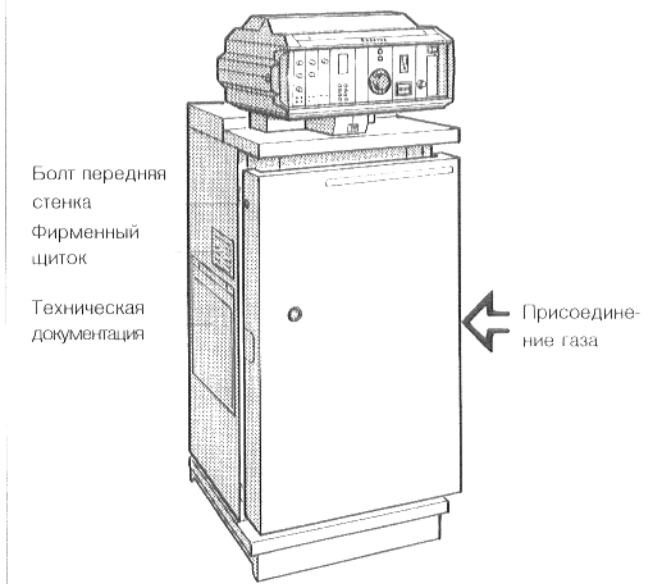

Рис. 18. G_124 L, в полностью смонтированном виде
- Устранить правую вырезную деталь для подключения газа, в передней стенке (рис. 18).
- Закрепить крепежные болты, вверху сбоку, слева и справа в переднюю стенку (рис. 18).
Фирменный щиток и прозрачный карман с технической документацией (рис. 18), следует перенести с левой стороны на правую, если они там лучше видны.